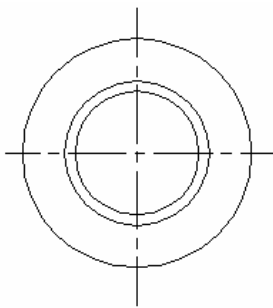

图 3-4
⑥ 将“细实线”图层设置为当前图层，选择【圆】工具  绘制一个直径为 12 的圆，图形效果如图 3-4 所示。